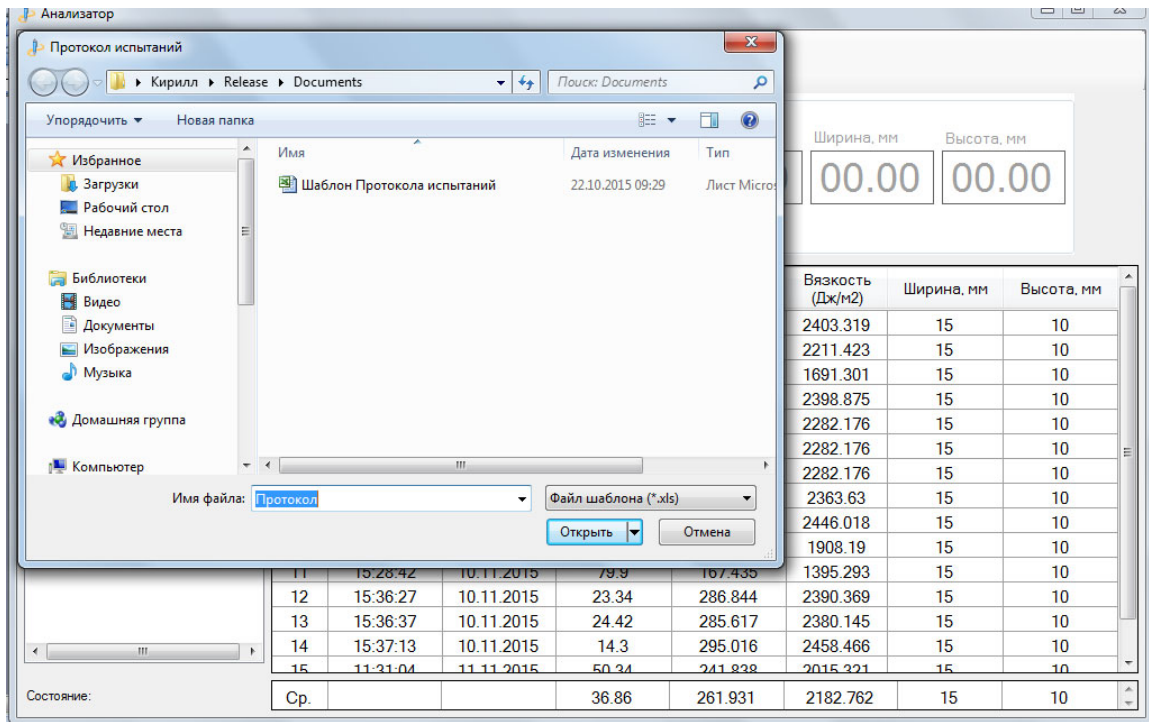

Рис. 10.
3.8. Команда «Открыть протокол испытаний»  (рис. 10) позволяет выбрать из списка шаблонов отчетов требуемый протокол испытаний, открыть его и при необходимости выполнить редактирование.